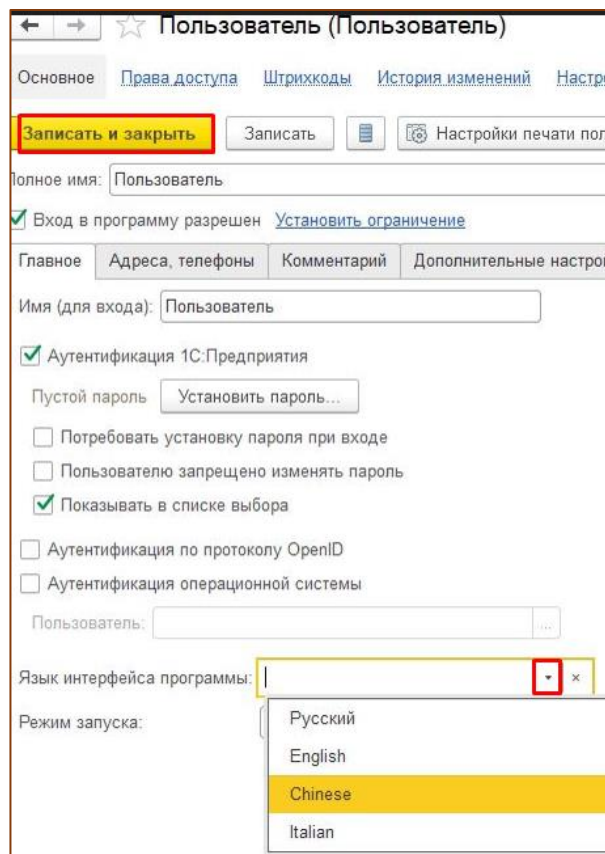

Рис. 5.23 – Выбор языка интерфейса программы
- В ТМ в настройках Пользователя, который будет работать в ММ, в поле «Язык интерфейса» выбрать нужный, далее «Записать и закрыть» (Рис. 5.23).